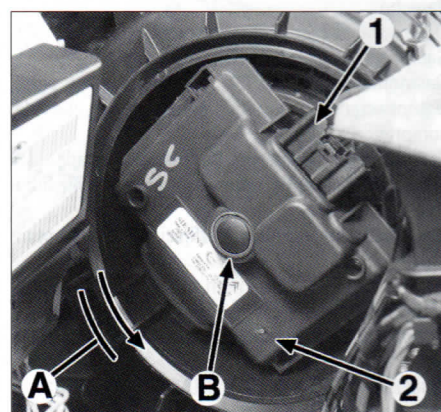

FIG. 8
Desbloquear y sacar el conector (1) (**fig. 8**)